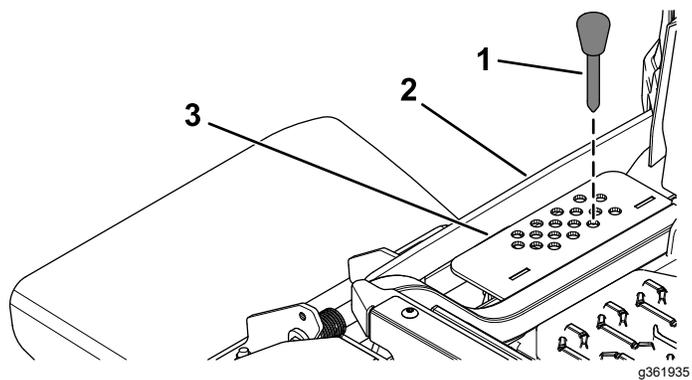

Figura 24
2. Seleccione el taladro del soporte de altura de corte que corresponde a la altura de corte deseada, e inserte el pasador (Figura 24).
3. Presione el interruptor de elevación de la carcasa hasta que el acoplamiento de la altura de corte entre en contacto ligeramente con el pasador de selección de la altura de corte (Figura 24).